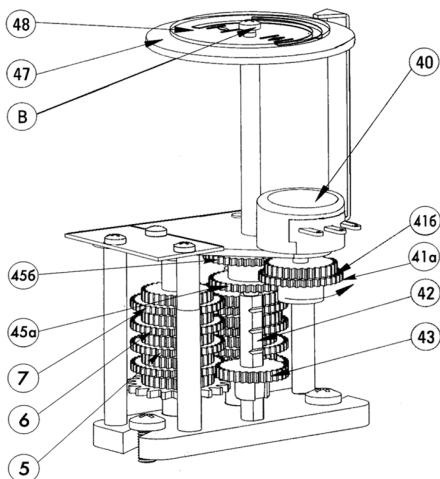

Рис. 4 Индикатор положения затвора арматуры
**Индикатор положения затвора арматуры** (рис. 4) состоит из набора установочных шестерен, омического датчика (опционально) (40) (рис. 4), регулируемых дисков с указателем положения затвора (47, 48). На стержне (42) имеется 4 зубчатых зацепления, позволяющих фиксировать шестерню (43), для трехступенчатой индикации положения затвора арматуры.